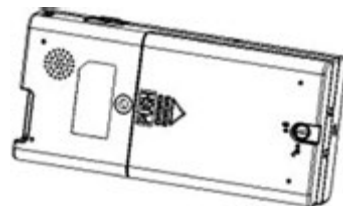

Рис. 2-4
1) Откройте крышку батарейного отсека: Поверните крепежный винт в положение «1», а затем нажмите крышку как указано стрелкой, Рис. 2-4.